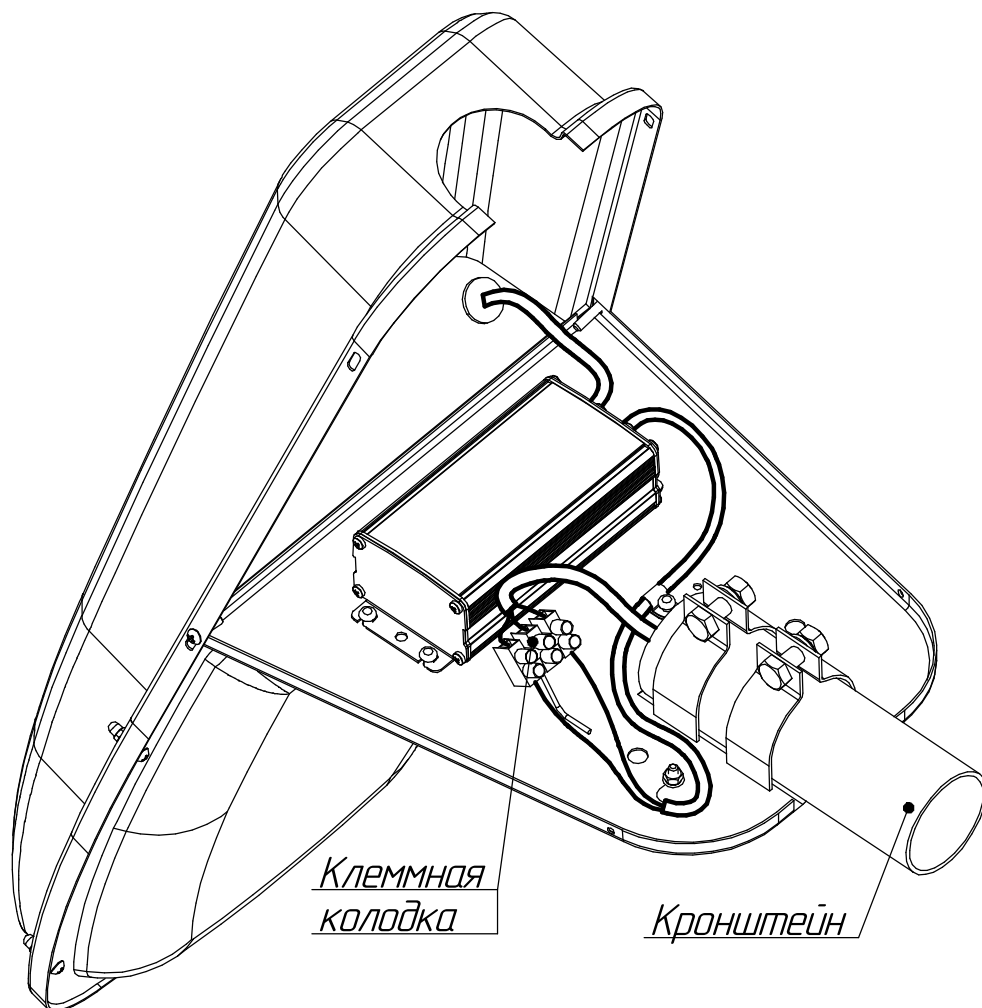

Рисунок 3 - Монтаж светильника (80, 100, 125, 150 Вт) на кронштейн
5.5.2 **Для остальных мощностей:** подключите сетевые провода к клеммной колодке (рисунок 3, 4).